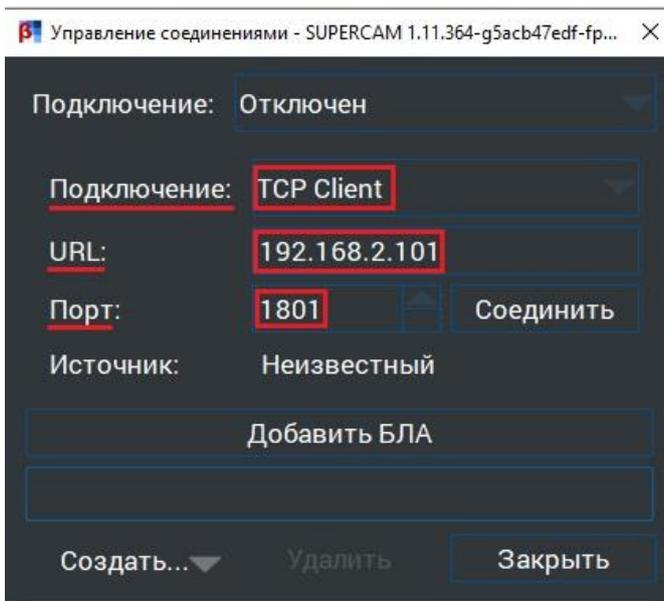

Рисунок 18 – Секция «Сетевое подключение»
8.1.1. В секции «Сетевое подключение» (рис. 18) необходимо убедиться в наличии следующей информации (либо ввести ее):